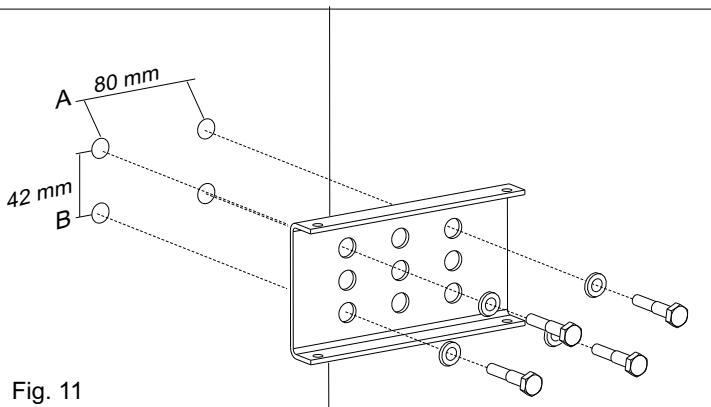

Fig. 11
- Fixer la plaque d'ancrage au pilastre avec 4 vis et 4 rondelles. Pas en dotation (Fig. 11).